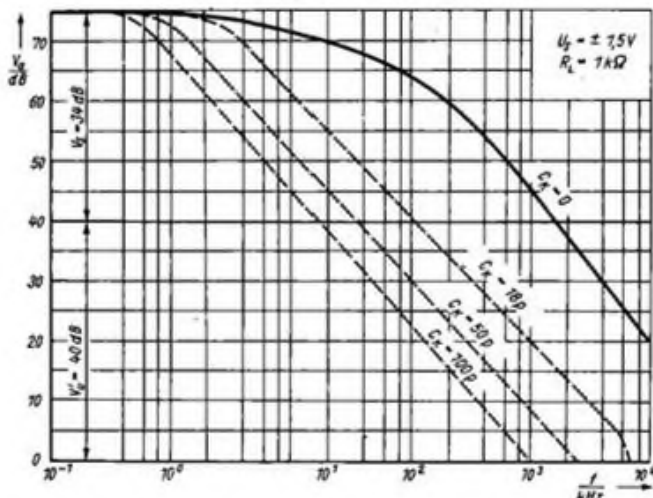

Bild 1: Frequenzabhängigkeit der Verstärkung für die Operationsverstärker B 861 D bzw. B 761 D
- Bei  $U_S = \pm 1,5$  V noch hohe Leerlaufverstärkung von etwa 74 dB (s. Bild 1).
– Die Gegenkopplung setzt den Ausgangswiderstand herab. Ohne Gegenkopplung wäre er gleich dem äußeren Lastwiderstand  $R_L$  (von Pin 5 nach  $+U_S$  geschaltet). Bei  $V_S = 34$  dB (s. Bild 1) und  $R_L = 1$  k $\Omega$  ergibt sich ein Ausgangswiderstand von 20  $\Omega$  für nicht zu hohe Frequenzen.